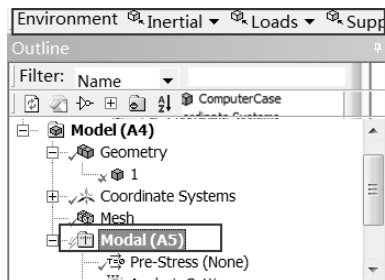

图 6-18 Environment 工具栏
Step1 :选择 Mechanical 界面左侧 Outline (分析树)中的 Modal (A5) 选项,此时会出现如图 6-18 所示的 Environment 工具栏。